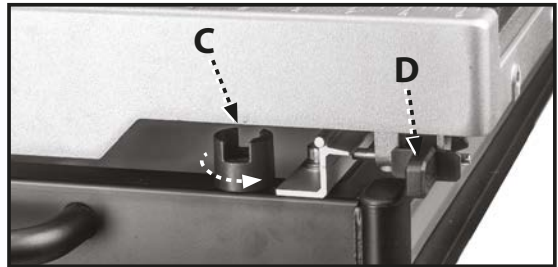

FIGURE 9
4. Tirez sur la butée de la table (C, fig. 9) et faites-la pivoter de 90 degrés jusqu'à ce qu'elle clique en place. Cela permettra d'éviter que la table ne glisse vers l'arrière, hors du bâti principal.
5. Pour verrouiller la table, de sorte qu'elle ne bouge pas, engagez le verrou de table (D, fig. 9) dans le rail à l'emplacement indiqué.